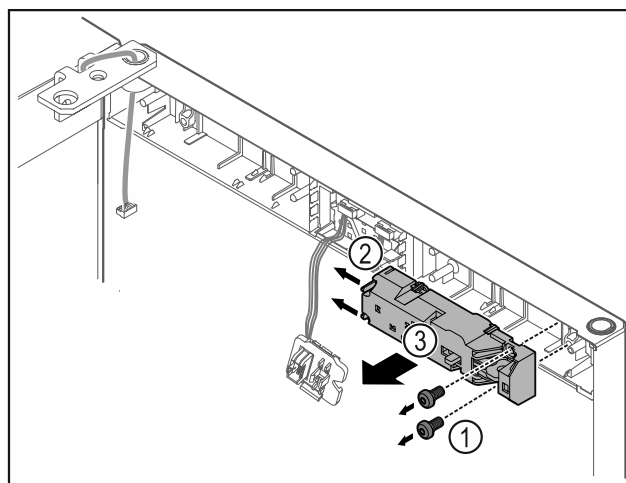

Fig. 18
- ▶ Wyciągnąć śruby Fig. 18 (1).
- ▶ Nacisnąć zaczepy Fig. 18 (2) do boku i zdjąć zdalną blokadę Fig. 18 (3).